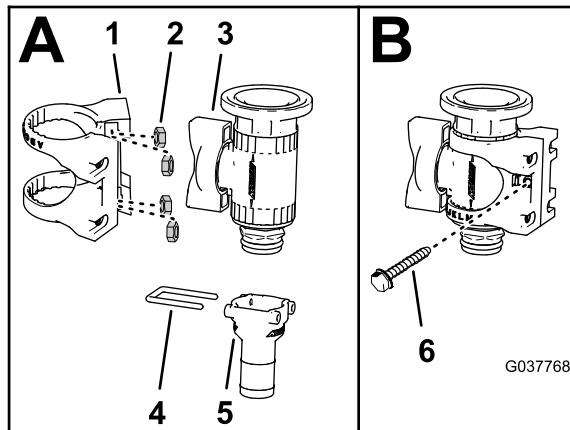

图87
- 1. 如果未安装请将 4 个不锈钢螺母插入用于法兰切断阀的尼龙支架中的槽 图87。
- 2. 从切断阀上卸下直通宝塔接头 3/4 英寸和卡环 图87。
3. 如图87所示将法兰切断阀装入尼龙支架。
4. 如图87所示用螺丝6-32 x 5/8英寸将尼龙支架固定到法兰切断阀上。